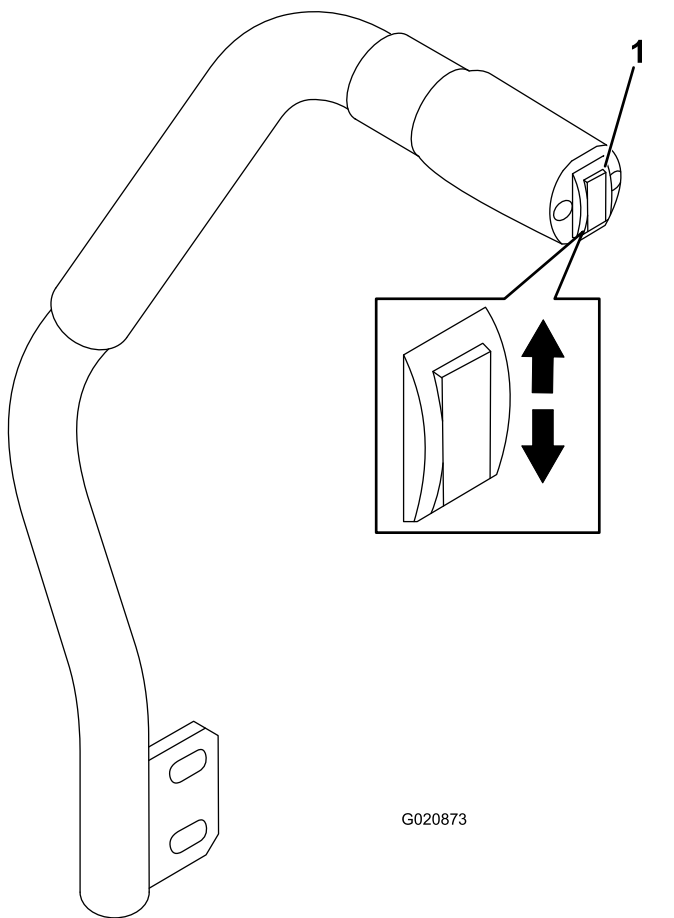

Figura 22
L'interruttore di sollevamento del piatto alza e abbassa l'apparato di taglio (Figura 22). Il motore deve girare per potere utilizzare questa leva.
- Per abbassare l'apparato di taglio, spingete in basso l'interruttore di sollevamento del piatto (Figura 22).
- Per sollevare il piatto di taglio, spingete in alto l'interruttore del piatto di taglio (Figura 22).
1. A motore acceso, tirate verso l'alto l'interruttore di sollevamento del piatto fino a sollevare completamente l'apparato di taglio e rilasciate immediatamente l'interruttore (Figura 22).